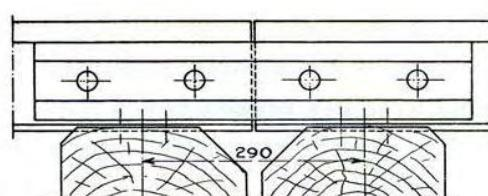

Fig. 147. - Joint suspendu sur traverses en bois des chemins de fer belges.
2. le joint *suspendu*, dans lequel les traverses de contre-joint sont rapprochées sensiblement jusqu'au contact (fig. 147) ;
2. Le joint suspendu (fig. 147).
La distance d'axe en axe entre traverses est de 29 cm en Belgique (fig. 147).
Les traverses de joint sont placées de telle manière que les axes des surfaces d'appui des rails soient à mi-distance entre les boulons de l'éclissage, en vue de faciliter la pose et le resserrage des boulons et des tirefonds (fig. 147).